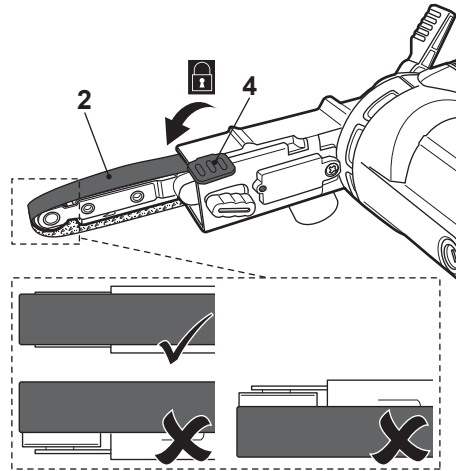

Fig. 3
- > Vuelva a colocar la palanca de sujeción (4) en su posición inicial. Tire suavemente de la banda lijadora (2) para comprobar que está bien colocada (Fig. 3).